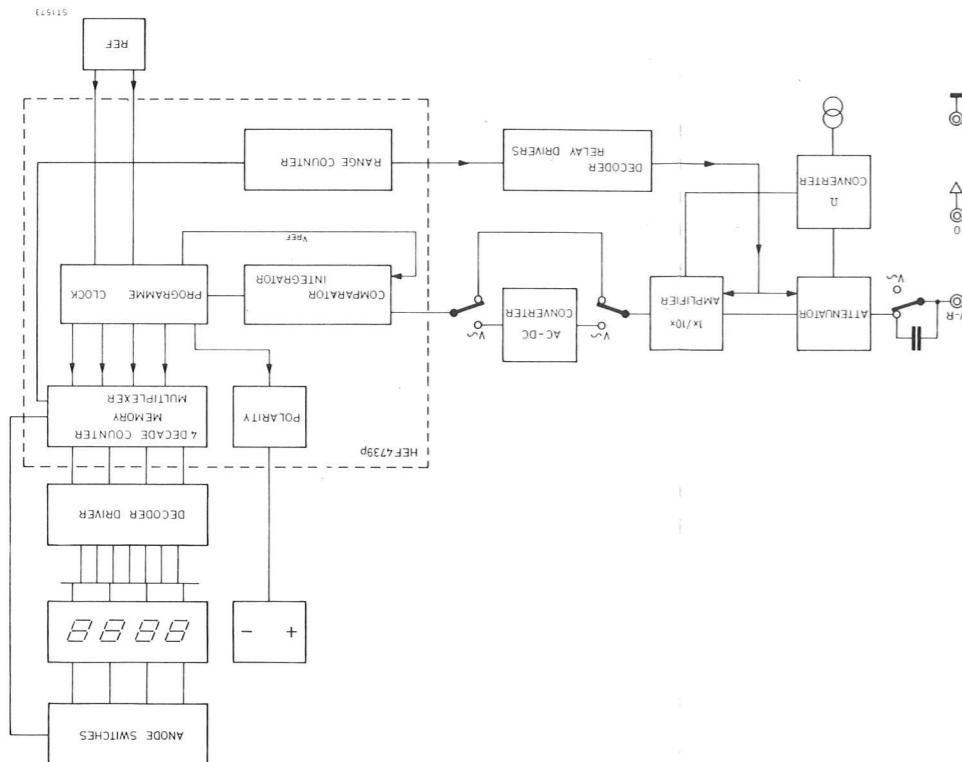

Fig. 4.
Etant donné que $V_{ref} > V_i$ est une condition, les équations (1) et (2) montrent le signe de la pente change lors de la commutation du chopper. La tension de sortie de l'intégrateur est donc la forme d'onde en dents de scie représentée sur la figure 4 pour une tension d'entrée positive. On déduit en outre des équations (1) et (2) qu'avec une tension d'entrée négative, les pentes sont inversées, c'est à dire que la pente positive devient la plus rapide.